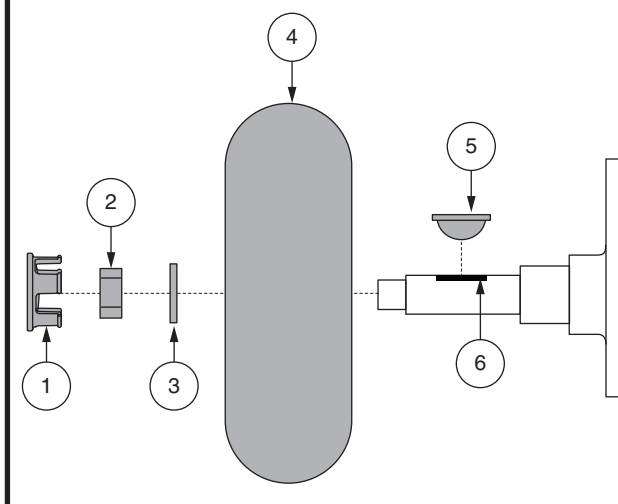

Figure 23. Enlèvement de la roue motrice
3. Enlever le bouchon de roue, l'écrou et la rondelle de roue motrice sur l'essieu. Voir la figure 23.
4. Retirer les écrous de la roue motrice de le moyeu. Voir la figure 23.
9. Glisser la nouvelle roue en place. Assurez-vous que la clef est bien ancrée dans la rayure de clef. Voir la figure 23.